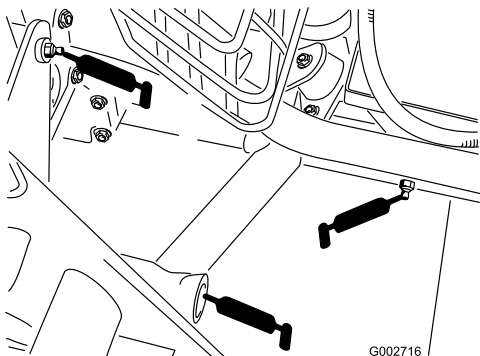

Figura 24
- Engate traseiro (5) (Figura 24)